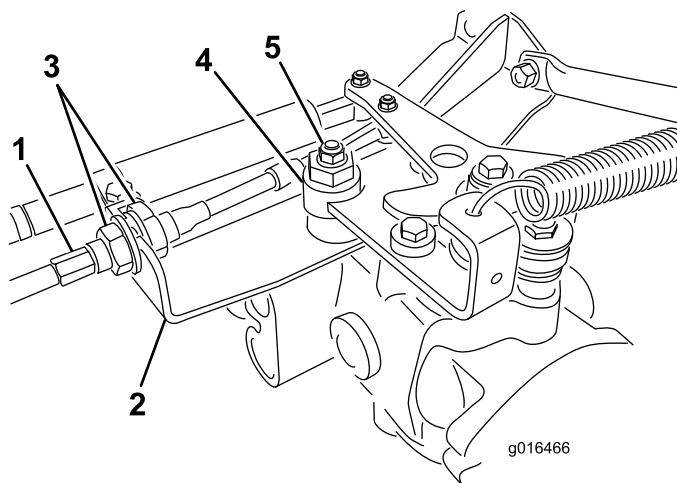

Figure 46
- A. Desserrez les deux écrous de blocage qui fixent le câble de commande de déplacement à la tôle de traversée sur l'hydrostat (Figure 46). Desserrez les écrous de blocage uniformément et suffisamment pour permettre le réglage.
Remarque: Desserrez l'écrou de fixation de l'excentrique en haut de l'hydrostat (Figure 46).
- E. Lorsque la roue arrête de tourner, serrez l'écrou pour bloquer l'excentrique et le réglage (Figure 46).
- G. De chaque côté de la tôle de traversée, serrez les contre-écrous uniformément pour fixer le câble de commande de déplacement à la tôle (Figure 46). Ne tordez pas le câble.